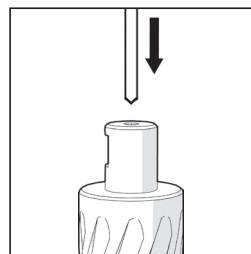

Fig. 7
- Introduceți stiftul de ghidare în freză, asigurându-vă că alunecă ușor prin alezajul acesteia. **(Fig. 7)**